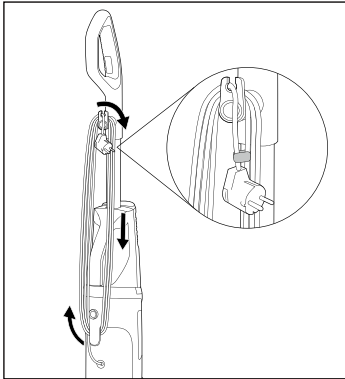

Abb. 3
- ◆ Wickeln Sie das Netzkabel **17** vollständig um die Kabelhalter oben und unten **16/20** (siehe Abb. 3).